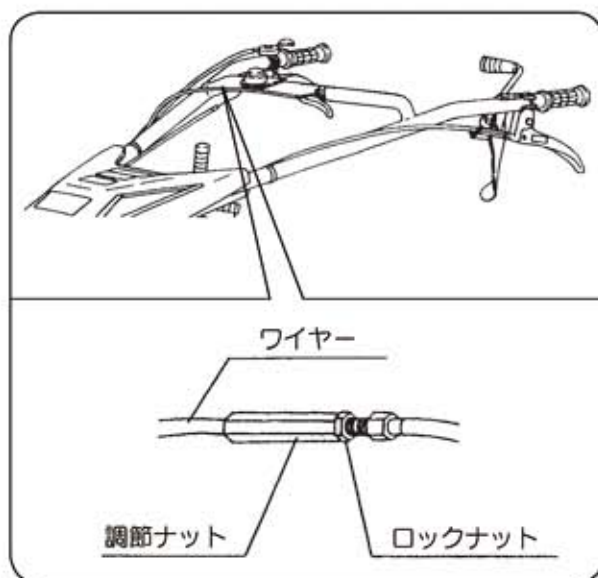

図29
- ①ロックナットをゆるめます。(図29)
- ②調節ナットを回してハンドルの上下が移動出来るように調整して、ロックナットを締めつけます。(図29)